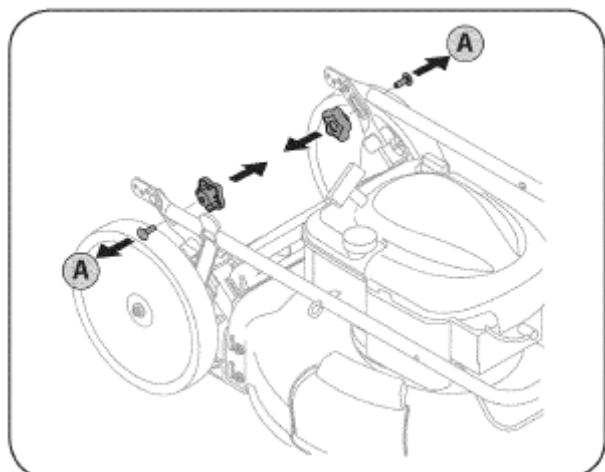

РИС. 1
- A. Выкрутите из рукоятки барабанковые гайки и болты с буртиком, как показано на Рис. 1. Не ослабляйте и не извлекайте соседние винты с шестигранной головкой.